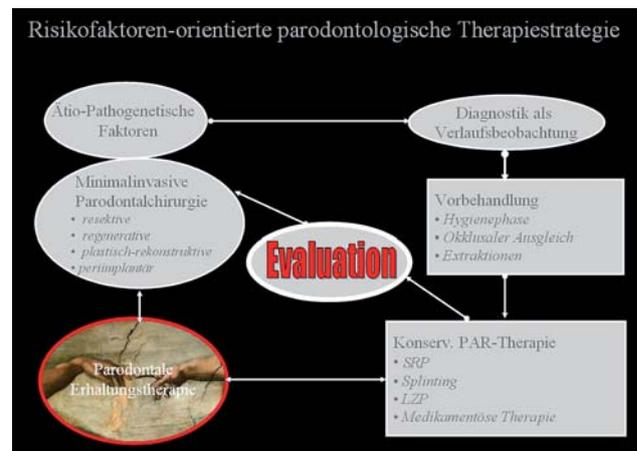

Abb.1: Risikofaktorenorientiertes Behandlungsschema zur Diagnostik und Therapie aller Formen der chronischen Parodontitis.
■ Minimalinvasive Operationstechniken haben sich in der letzten Dekade als Methode der Wahl in allen operativen Teilgebieten der Parodontalchirurgie durchgesetzt (Tab. 1). Damit folgt auch die Parodontologie einem modernen Trend der Entwicklung operativer Methoden unter Berücksichtigung minimalinvasiver Techniken. Da es sich bei diesen Eingriffen um geplante Operationen nach einer an Risikofaktoren orientierten Behandlungsstrategie zur Behandlung der chronischen marginalen Parodontitis (Abb. 1) handelt, die einer parodontalen Vorbehandlungsphase und einer obligaten konservativen Parodontalbehandlung bedürfen, müssen weitgehend entzündungsfreie marginale Weichgewebeverhältnisse erreicht werden. Diese Techniken basieren in der operativen Parodontologie auf fünf verschiedenen Überlegungen (Gaßmann und Grimm, 2006 und 2008):